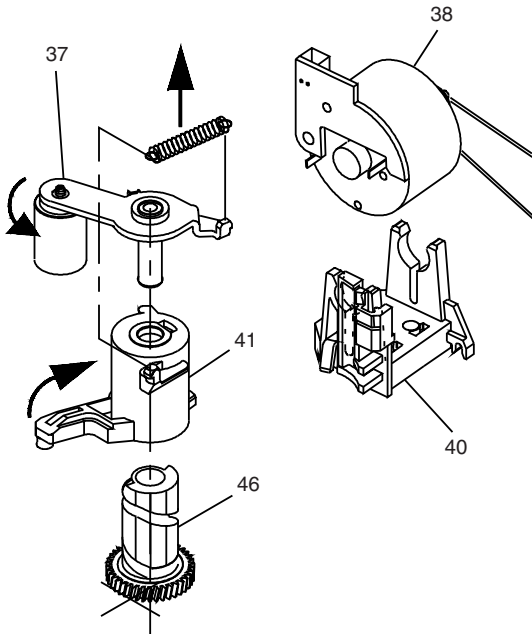

Figure 10-7
Dégagez le guide (pos. 41) de la rainure du moteur de chargement et le tournez-le dans le sens des aiguilles d'une montre jusqu'à ce que le galet presseur et le guide (pos. 41) puissent être déverrouillés et retirés (voir figure 10-7).